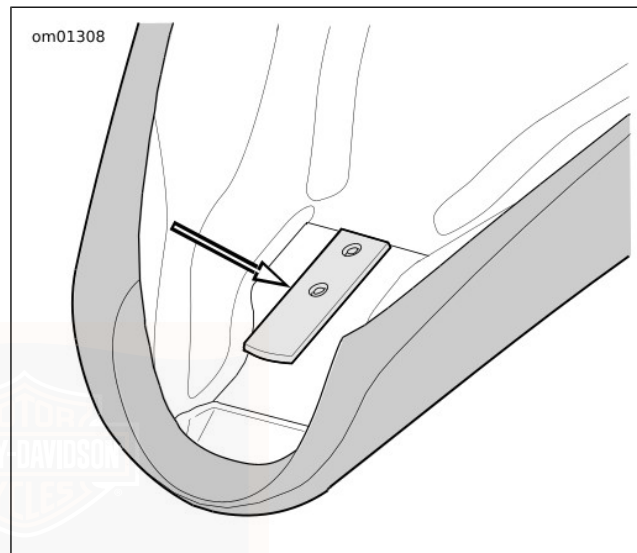
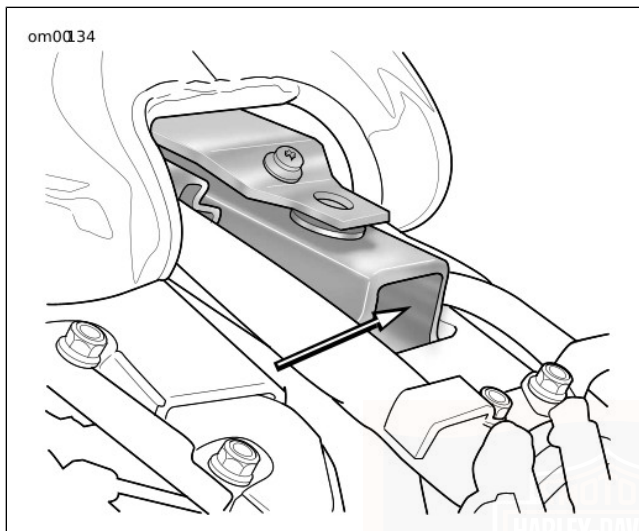

Figure 60. Languette de selle (typique)
Figure 61. Cadre arrière
Voir Figure 60 et Figure 61. Toutes les motos Softail (sauf les modèles FXCWC et FLSTSB) disposent d'une languette
2. Voir Figure 60. Pousser la selle vers l'arrière pour libérer la languette à l'avant de la selle de la fente ou du support dans le cadre arrière.